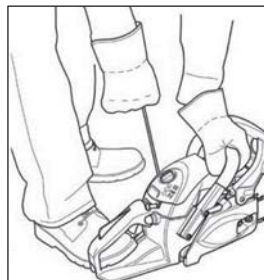

Рис. 7
7. Удерживая бензопилу на земле, плавно, но быстро вытяните шнур стартера (Рис. 7) 2-3 раза или к характерному «хлопку».